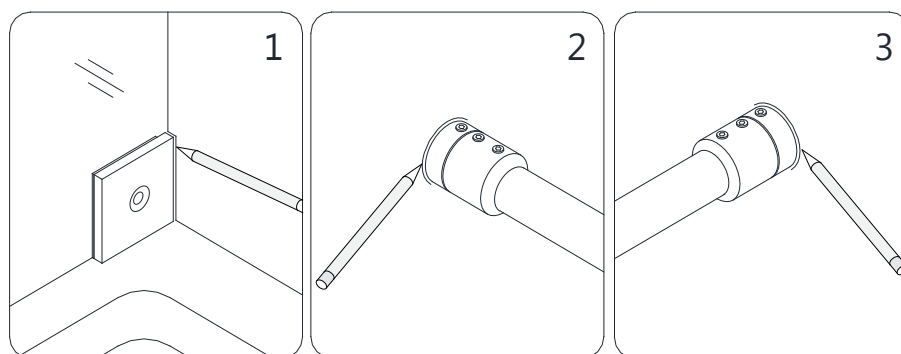

Fig. 7
6. Une fois que le **Rail du Haut (N° 03)** est au niveau, marquez au mur la position de la **Fixation Murale (N° 19)** et des **Fixations de Rail (N° 08)**. (**Fig. 7**)